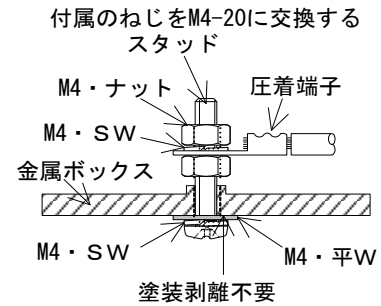

図 2-2
- (j) 金属ボックスの接地はボックス外側から締付けている既存の接地用ねじを取外し、新たにM4-20のねじを接地スタッドして取付ける。この時のボックス表面の塗装は剥離しなくてもよい。図 2-2 参照
- (k) コントロールボックス内の端子台から金属ボックスへの接地線の接続は、金属ボックス内側の(j)項目で設けた接地スタッドに接続すること。図 2-2 参照
- ① 補助継電器 (MY4-D)、限時継電器 (H3Y-2)、フロートなしスイッチ (61F-GP-N) については、平行 2 本以上の場合で、補助継電器、限時継電器、フロートなしスイッチ 1 個につき最大片側 1 箇所のみとし、1 本の場合には切り欠きを不可とする。
- ② 端子台は端子台幅+両端から 5mm までの切り欠きを可とし、それ以上は不可とする。
- ③ (H3CR-A) については、平行 2 本以上の場合で、最大片側 2 箇所のみ可とする。
- ④ 束線の際は電線の本数が 4 本までは切欠き不可とする。